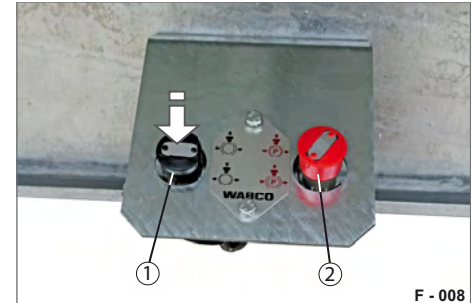

Abb. 11 Bedienkonsole
- ▶ Drücken Sie das Löseventil (Abb. 11/1). Die Betriebsbremse öffnet sich. Anhänger ist ungebremst. Sie können mit dem Anhänger rangieren.
- ▶ Ziehen Sie das Löseventil (Abb. 11/1). Die Betriebsbremse schließt sich. Beim Wiederankuppeln der Vorratsleitung wird das Löseventil automatisch auf Betriebsstellung geschaltet.